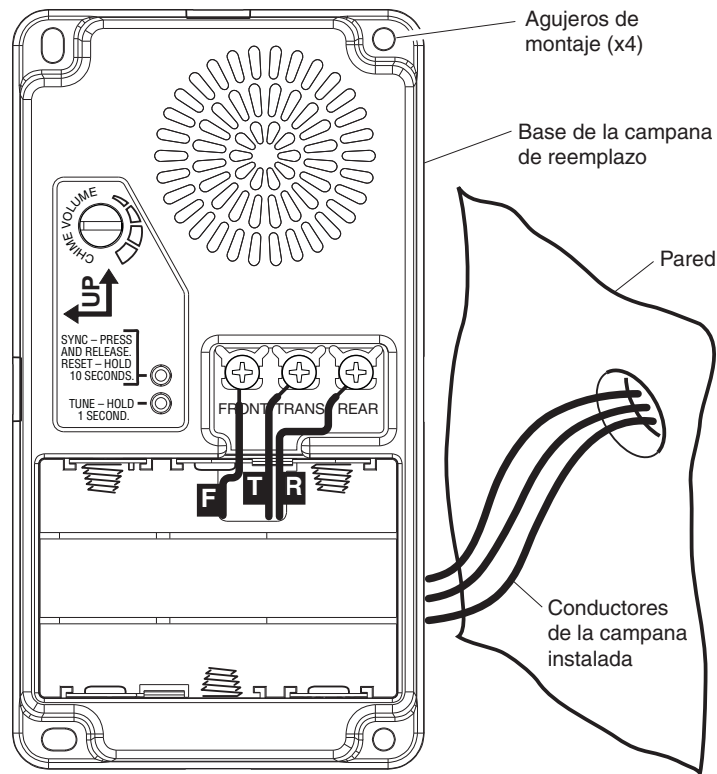

Figura 2
7. Pase los conductores por el orificio de entrada de cables de la base nueva de la campana (vea la Figura 2). **Nota:** NO instale las baterías si conecta la campanilla a los alambres del transformador.
9. Conecte el conductor “F” al terminal de tornillo marcado “FRONT”. Conecte el conductor “T” al terminal de tornillo marcado “TRANS”. Conecte el conductor “R” al terminal de tornillo marcado “REAR”* (vea la Figura 2).